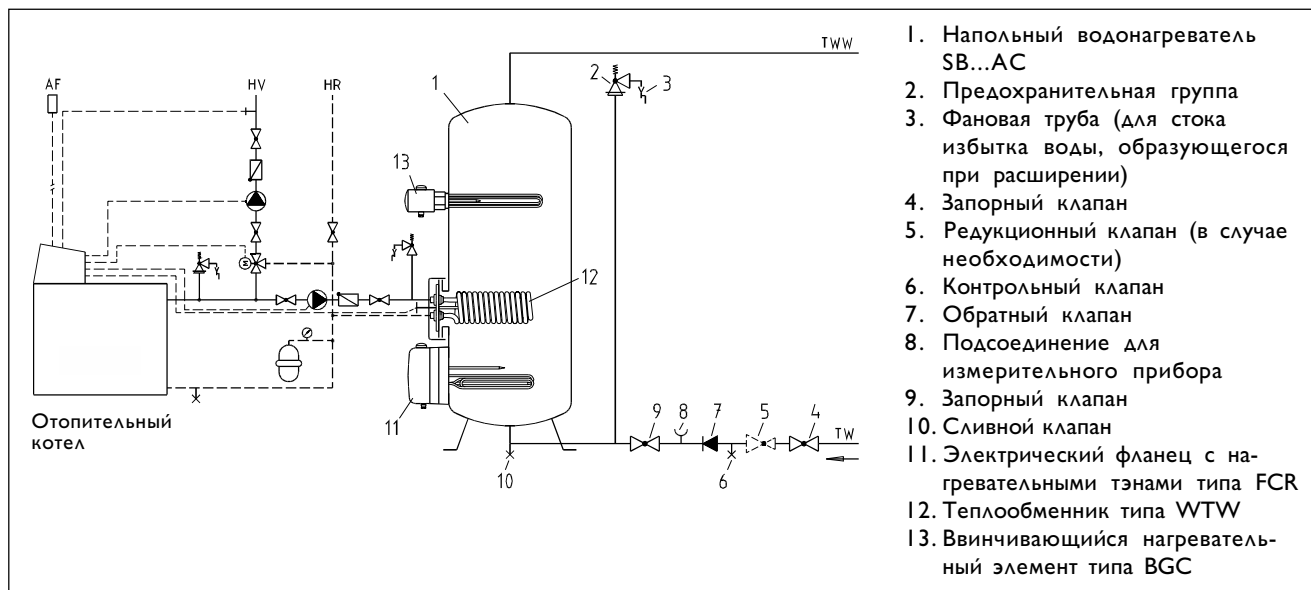

Рис. 4
Модель SB 201-402 AC следует оснастить теплоизоляцией толщиной 50 мм. Для моделей SB 601-1002 AC поставляется теплоизоляция марки WD, которая устанавливается во время монтажа прибора (номер заказа см. в разделе "Комплектующие"). Во время нагрева из предохранительного клапана (рис.4, поз.2) капает избыток воды, образующийся из-за расширения воды при нагреве водонагревателя. Это является необходимой мерой предосторожности. Предохранительный клапан не перекрывать!
- Арматуру монтировать согласно рис.4